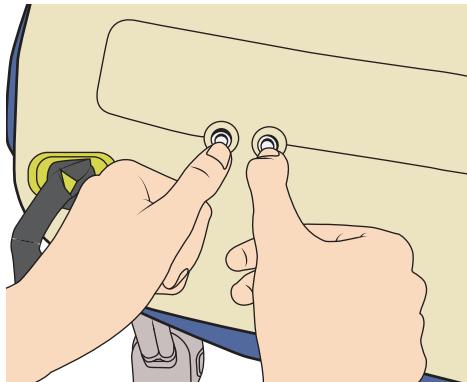

Figura 61
3. Pulse el centro de las dos válvulas para desinflar el cojín de asiento Auralis (consulte la figura 61).